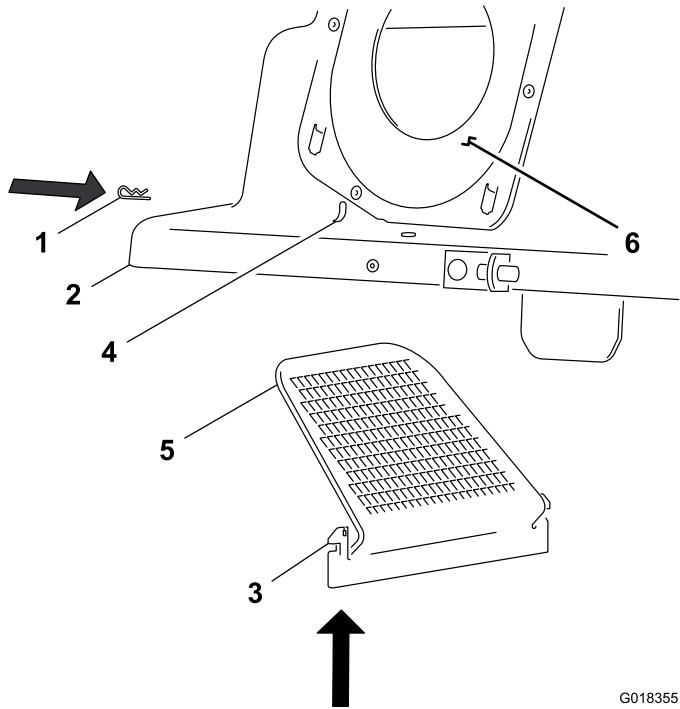

Figure 8
1. Repérez les fentes du déflecteur sur les parois latérales avant et arrière du couvercle du système de ramassage, et les pattes de montage sur le déflecteur de couvercle (Figure 8).
2. Placez le couvercle de sorte que le joint d'étanchéité se trouve à votre gauche, comme montré à la Figure 8.
3. Alignez le déflecteur de sorte que la partie grillagée soit en haut et orientée vers la gauche (Figure 8).
4. Insérez le déflecteur dans le couvercle en passant par le bas (Figure 8).
5. Alignez les pattes de montage du déflecteur sur les fentes du couvercle, et poussez les pattes de montage vers le haut pour les engager dans les fentes (Figure 8).